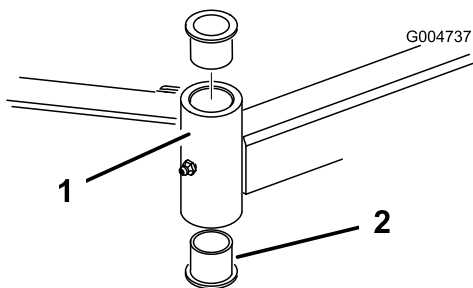

Figure 93
4. Insérez un chasse-goupille dans le haut ou le bas du tube de montage et chassez la bague hors du tube (Figure 93).